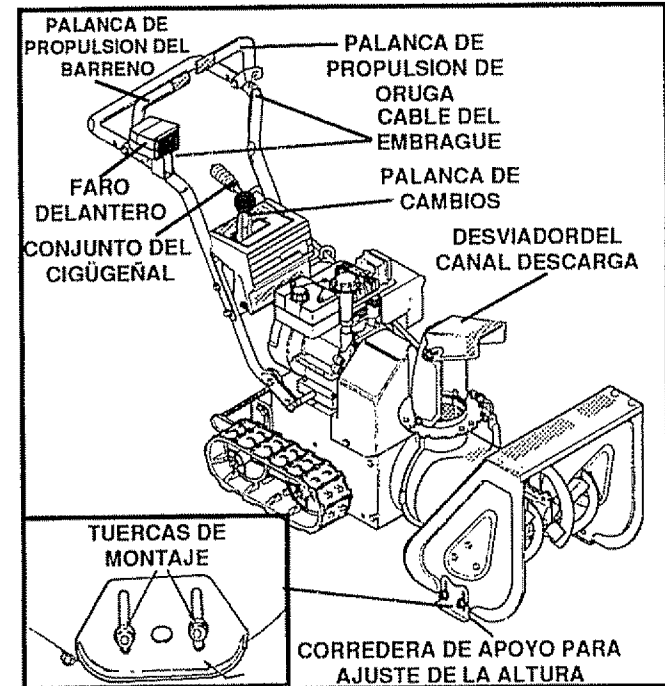

FIG. 2
- Gire la manija superior a la posición de operación como se muestra en la Fig 2.
Para empaque, las correderas de asiento para ajuste de la altura se montaron en el lado interior del alojamiento del barreno con el labio hacia adentro y los herrajes de montaje en el lado interior. Retire las tuercas de montaje de las correderas de asiento (Fig 2) y montelo de nuevo en la parte exterior del alojamiento del barreno con el labio hacia afuera, y el herraje de montaje en el lado exterior como se muestra en la Fig. 2 Para ajustar la altura de la corredera de asiento, consulte el párrafo "Para ajustar la altura de la corredera de apoyo" en la página 18
- Remueva la tuerca del tornillo pivote, tuerca de seguridad y arandela de ensilladura (Fig. 6A), coloque la arandela de ensilladura y el faro delantero en la posición correcta (como se muestra en la Fig. 6B y en la Fig. 2 de la página 6) y luego coloque la arandela de seguridad y apriete la tuerca nuevamente (Véase Piezas de repuesto del faro delantero en la página 34).